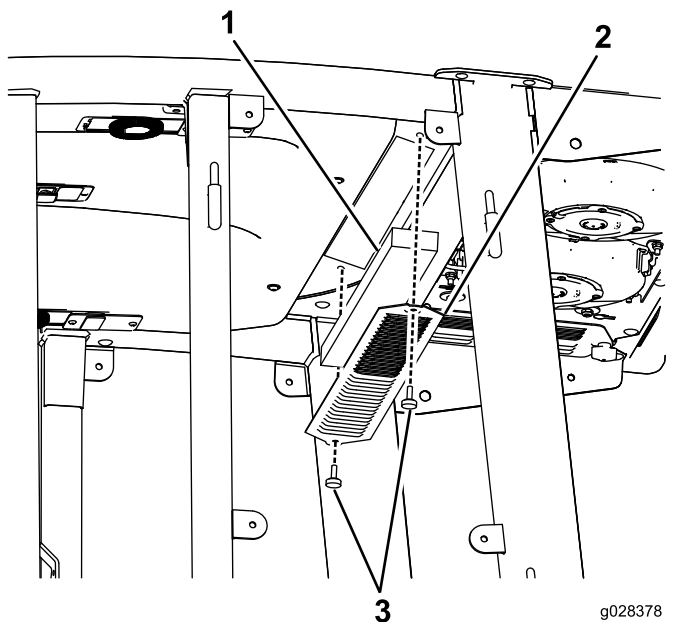
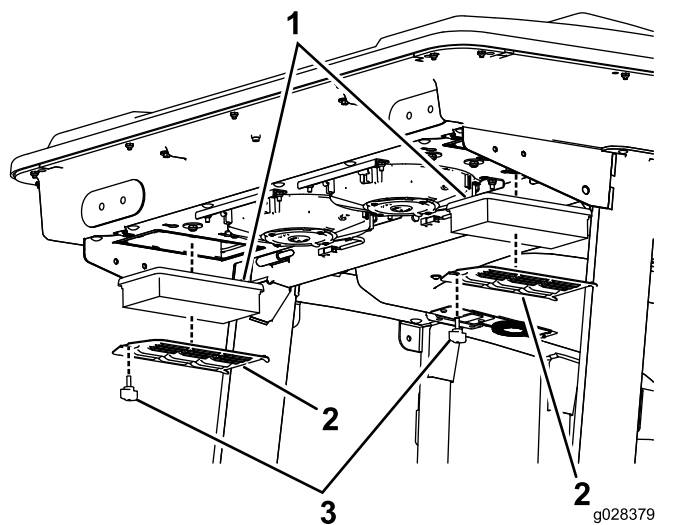

Bild 134
Bild 135
- Nehmen Sie die Schrauben und Gitter von den internen und hinteren Kabinenluftfiltern ab (Bild 134 und Bild 135).